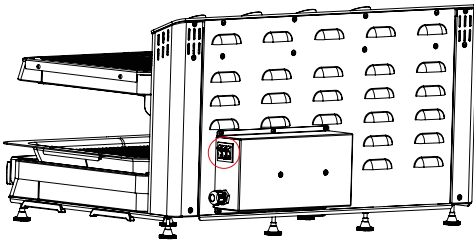
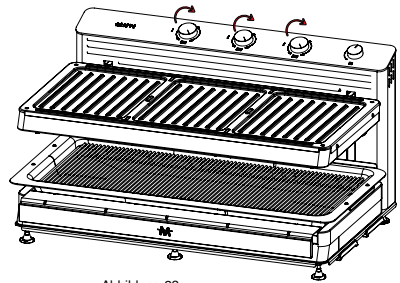

Abbildung 22
Abbildung 23
- Wenn Ihr Produkt nach dem Anschließen an die Steckdose nicht funktioniert, vergewissern Sie sich, dass sich die Ein-/Aus-Schalter (I) in der Position befinden.
- Wenn sich die Ein-/Aus-Schalter (I) in der Position befinden (Abbildung 22), erhöhen Sie die Leistung des Leistungsreglers (Abbildung 23). Wenn das Produkt immer noch nicht funktioniert, vergewissern Sie sich, dass die bewegliche Ablage im Produkt richtig sitzt.